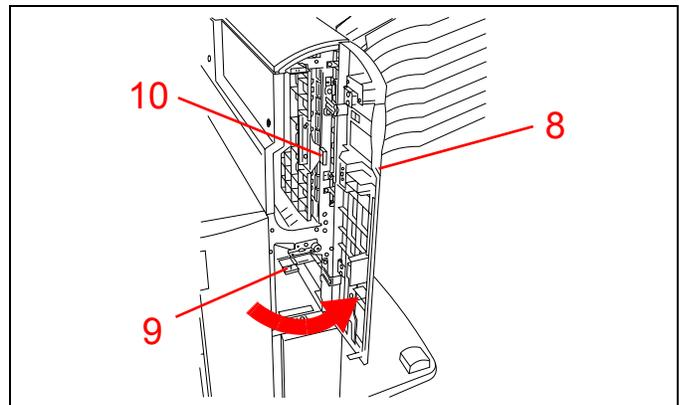

Figure 17
8. Si le bourrage se trouve derrière la porte latérale droite, reportez-vous à la Figure 17. Ouvrez la porte latérale droite.